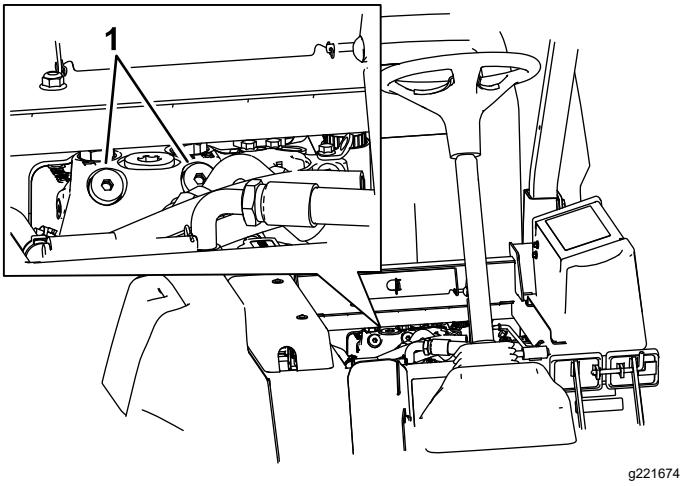

Bild 40
1. Klappen Sie den Sitz hoch und ermitteln Sie die Sicherheitsventile, die sich unter der Vorderseite des Kraftstofftanks befinden (Bild 40).